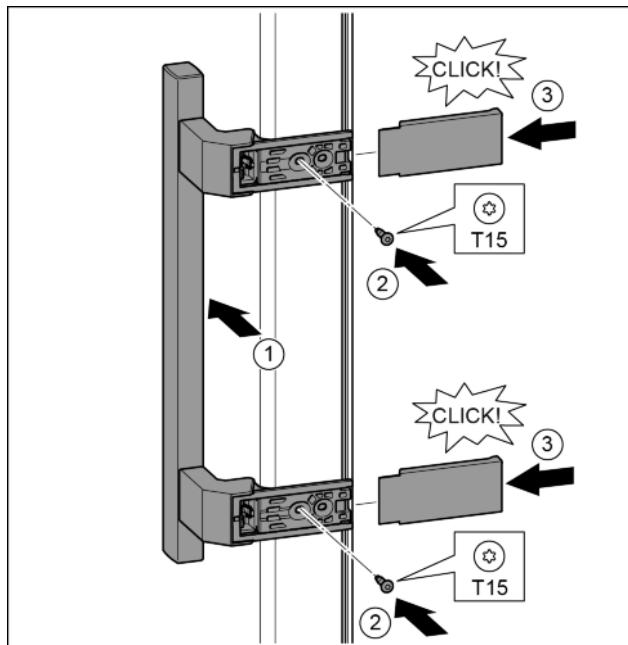

Fig. 16
- Установить ручку на противоположной стороне. Fig. 16 (1)
- Затянуть винты отверткой T15. Fig. 16 (2)
- Установить крышки сбоку и надвинуть. Fig. 16 (3)